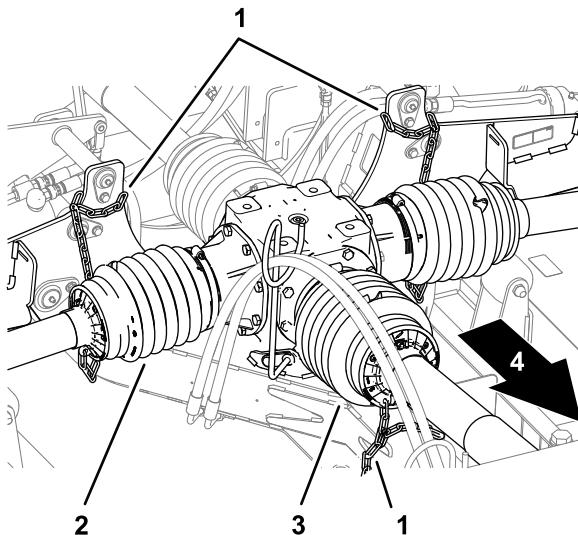
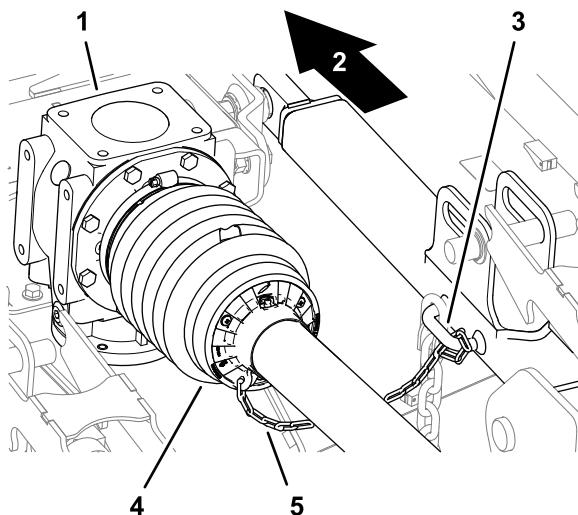

Рисунок 18
Рисунок 21
6. Убедитесь в том, что ограничительные цепи подсоединенны к заднему кожуху вала механизма отбора мощности, кожухам приводных валов и раме газонокосилки (Рисунок 18 и Рисунок 21).